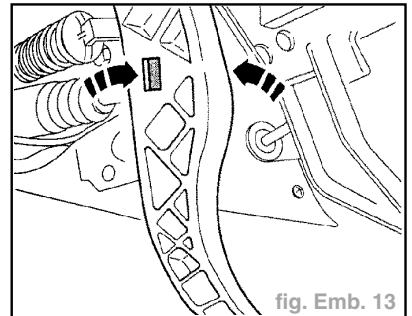

fig. Emb. 13
- à l'aide d'un tournevis, pousser l'un après l'autre vers l'intérieur chaque côté de pièce de logement (flèches) (fig. Emb. 13),